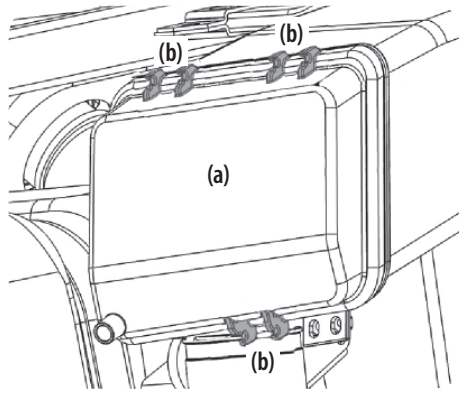

Figure 5-27
- Enlevez le couvercle du filtre à air (a) des trois agrafes (b). Voir Figure 5-27.